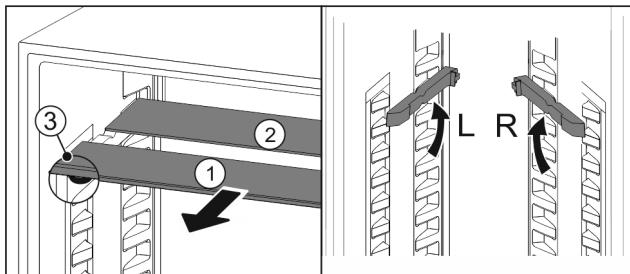

Fig. 98
- Skleněné desky jednotlivě vytáhněte dopředu Fig. 98 (1).
- Skleněná deska Fig. 98 (1) s ozdobnou lištou leží vpředu.
- Zarážky Fig. 98 (3) směřují dolů.